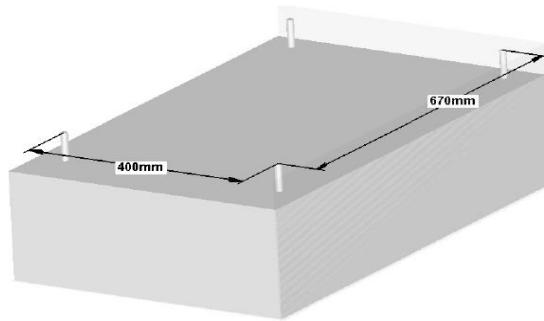

Рис.4-4 Установочные размеры основания
**Шаг 1:** После определения места установки ИБП разметить и установить в пол четыре анкерных болта M12 высотой 50 мм (над поверхностью пола) в соответствии с рис.4-4.